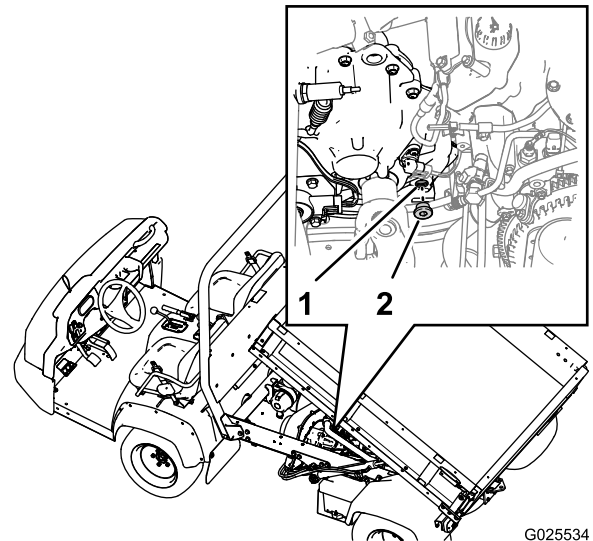

Bild 57
1. Ermitteln Sie die Füllschraube im unteren, inneren Bereich hinten am Getriebe (Bild 57).
3. Drehen Sie die Schraube nach links und nehmen Sie die Kappe vom Füllanschluss im Getriebe ab (Bild 57).
4. Wenn der Stand der Getriebeflüssigkeit niedrig ist, füllen Sie Getriebeflüssigkeit der entsprechenden Sorte durch den Füllanschluss in das Getriebe, bis der Stand an der Unterkante des Gewindes im Anschluss liegt (Bild 57).
- Setzen Sie die Füllschraube in das Getriebe und ziehen sie mit der Hand fest (Bild 57).